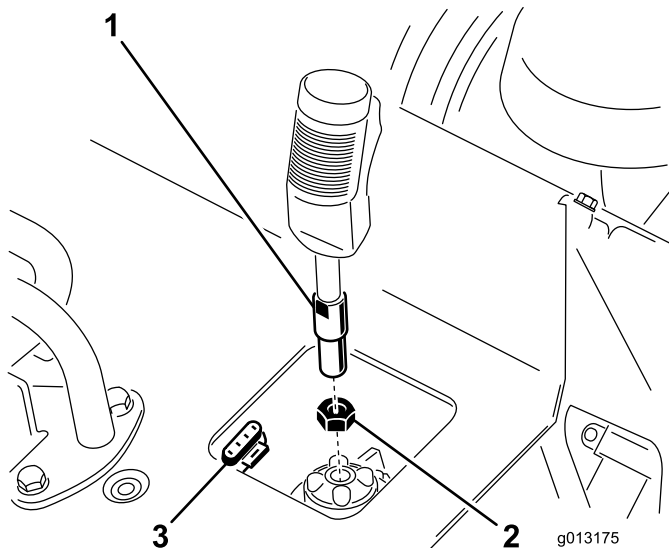

Figura 4
1. Inserite il controdado sulla leva di comando della tranciatrice (Figura 4).
3. Con il dispositivo di azionamento orientato in avanti, serrate il controdado nella presa per fissare la leva in posizione (Figura 4).
4. Collegate il cavo sulla leva al connettore a 4 poli sotto il pannello di controllo (Figura 4).
2. Inserite la leva di comando della tranciatrice nella presa sul pannello di controllo (Figura 4).